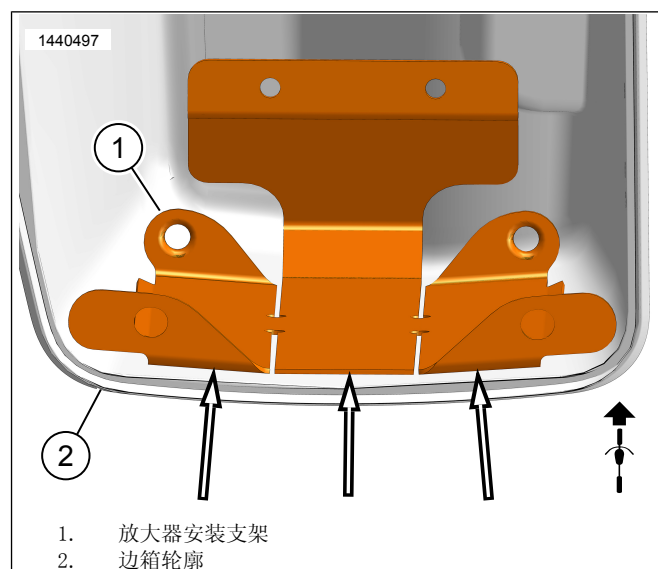

图13。边箱轮廓
b. 参见图 13。使用安装架 (1) 中的狭缝进行弯曲并使其适合边箱轮廓 (2) 而不摇动。这将确保更好的接触和胶带的粘附。此时不要剥落胶带。